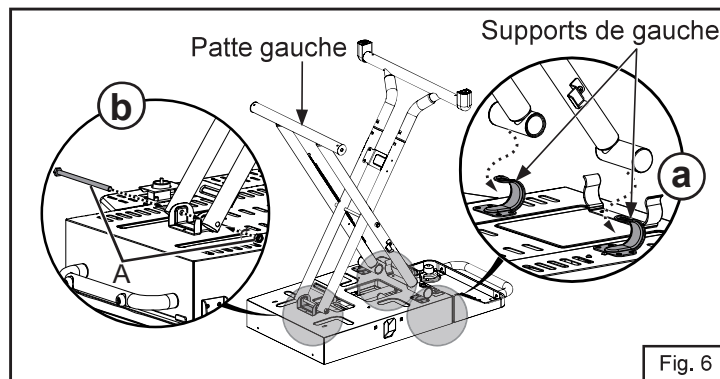

Fig. 6
6. Dépliez les pieds et placez les extrémités du pied gauche dans les pattes de fixation du pied (étape a de la Fig. 6). Fixez le pied droit à la base de l'appareil avec le boulon A (étape b de la Fig. 6).